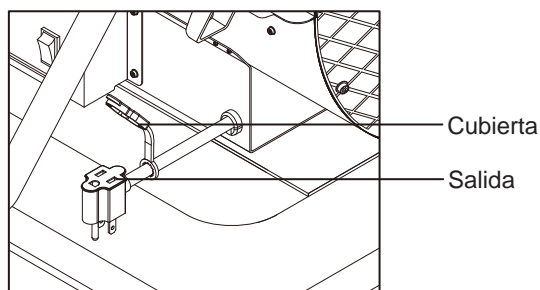

Figura 5. Cable de alimentación con conector en cascada
- Siempre mantenga cubierto el tomacorriente cuando no se utilice. Consulte la Figura 5.